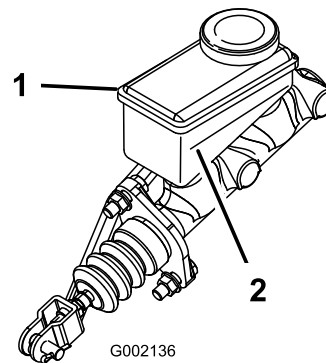

Figura 45
2. Mire el contorno del nivel de aceite en el lateral del depósito (Figura 45).
- B. Añada líquido de frenos DOT 3 al depósito hasta que el nivel esté por encima de la línea de mínimo (Figura 45).